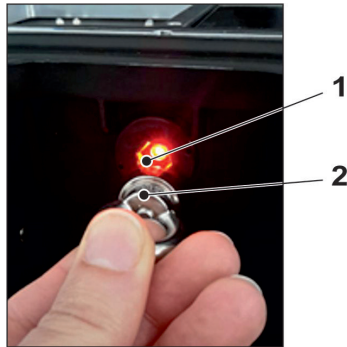

Abb. 29-20 Aufwecken des NivuLevel Mobile
2. NivuLevel Mobile „aufwecken“: dazu den mitgelieferten Magneten (Abb. 29-20 Pos. 2) vor den Reedkontakt (Abb. 29-20 Pos. 1; vorne am NFM) halten bis die LED leuchtet.